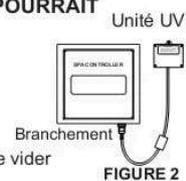

FIGURE 2
1. Mettre le disjoncteur du spa hors tension. Nous vous recommandons de vider le spa. Débrancher le système CLEARRAY du panneau de contrôle (Figure 2).